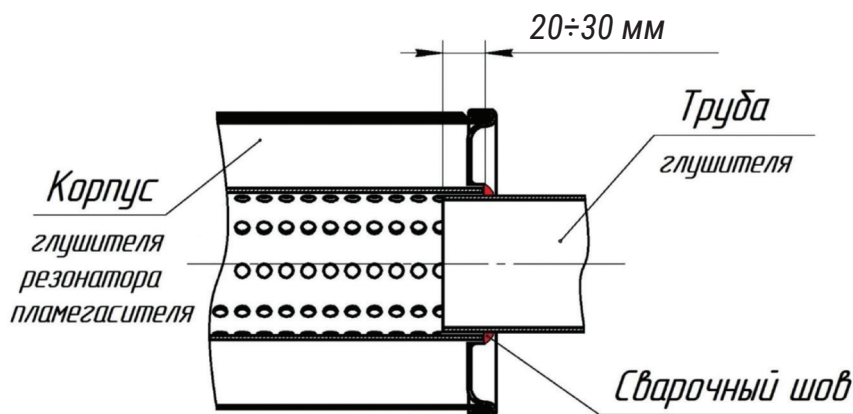

Рис. 1
2. Трубы глушителя с обеих сторон вставить в корпус глушителя/резонатора/пламегасителя на глубину 20-30 мм, как можно точнее совместив оси (допустимое отклонение осей $\pm 5^\circ$) (рис. 1).